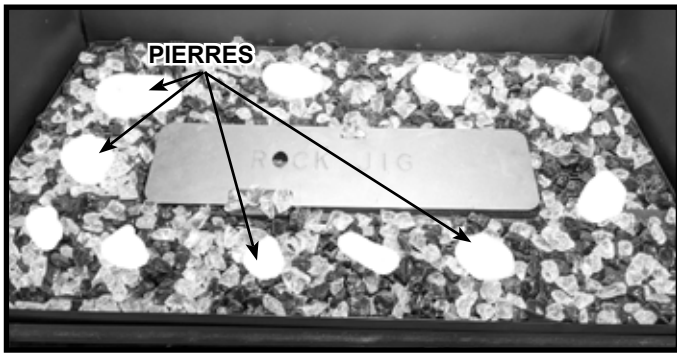

Figure 11.7 Placez les pierres
2. Disposez les pierres de manière aléatoire autour du support à pierre, comme illustré à la figure 11.7.